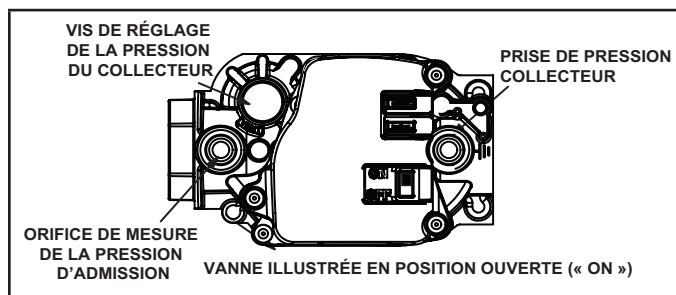

Figure 66
Fonctionnement de la vanne de gaz Figure 66
- 6 - Mettez le contacteur de la vanne de gaz sur « OFF ». Reportez-vous à la Figure 66.
- 8 - Mettez le contacteur de la vanne de gaz sur « ON ». Reportez-vous à la Figure 66.
Pour tester la pression du gaz d'alimentation, utilisez la prise filetée de 1/8 po NPT sur la vanne de gaz pour raccorder un manomètre d'essai. Reportez-vous à la Figure 66. Vérifiez la pression du gaz dans la canalisation lorsque l'appareil fonctionne à sa puissance maximale. Une pression trop faible peut causer un fonctionnement erratique ou une mauvaise combustion. Une pression trop élevée peut endommager la vanne de manière permanente ou causer un emballement.